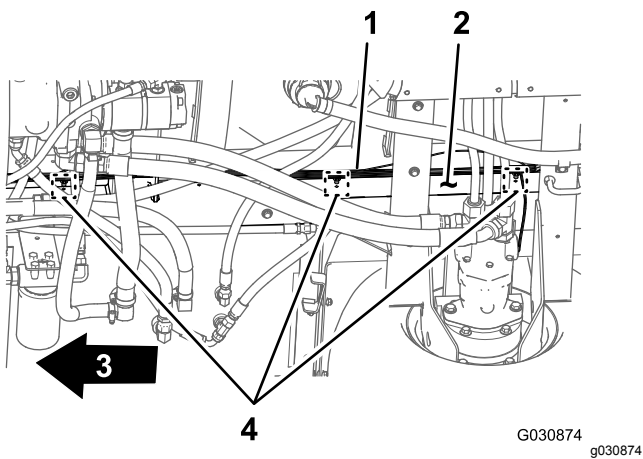

Bild 21
3. Entfernen Sie die drei Eindrückbefestigungen, mit denen der hintere Kabelbaum in den Löchern im rechten Rahmenrohr der Maschine befestigt ist (Bild 21).